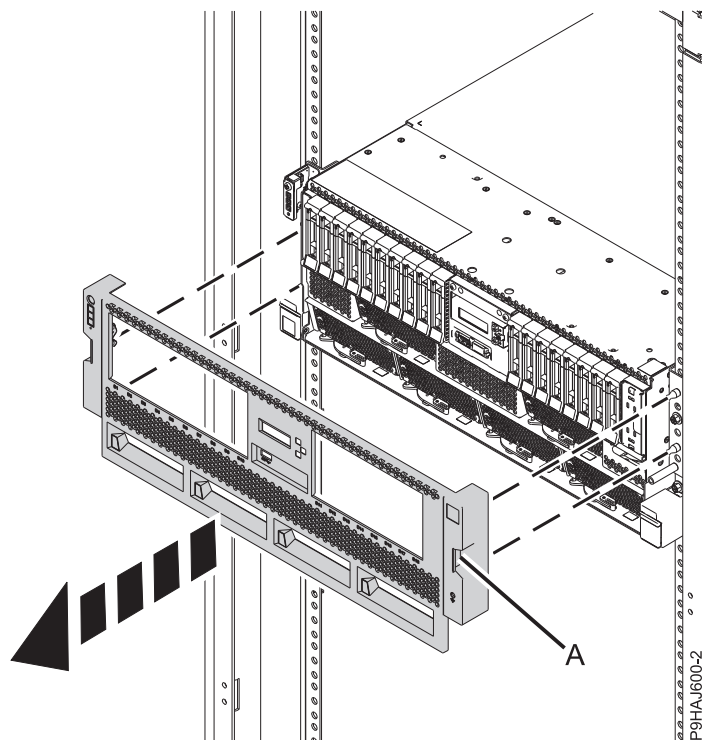

Figure 8. Retrait du capot avant
2. Pour un système monté en armoire, retirez le capot avant en l'extrayant du système. Le capot est doté de renforcements (A) permettant de le tenir plus facilement. Voir la figure 8, à la page 26.